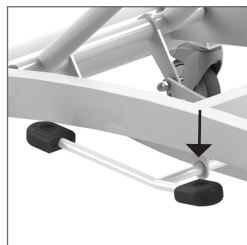

Figura 4. Spostamento verso il basso.
- La barella doccia viene abbassata premendo la parte corta del pedale (*Vedere figura 4*).